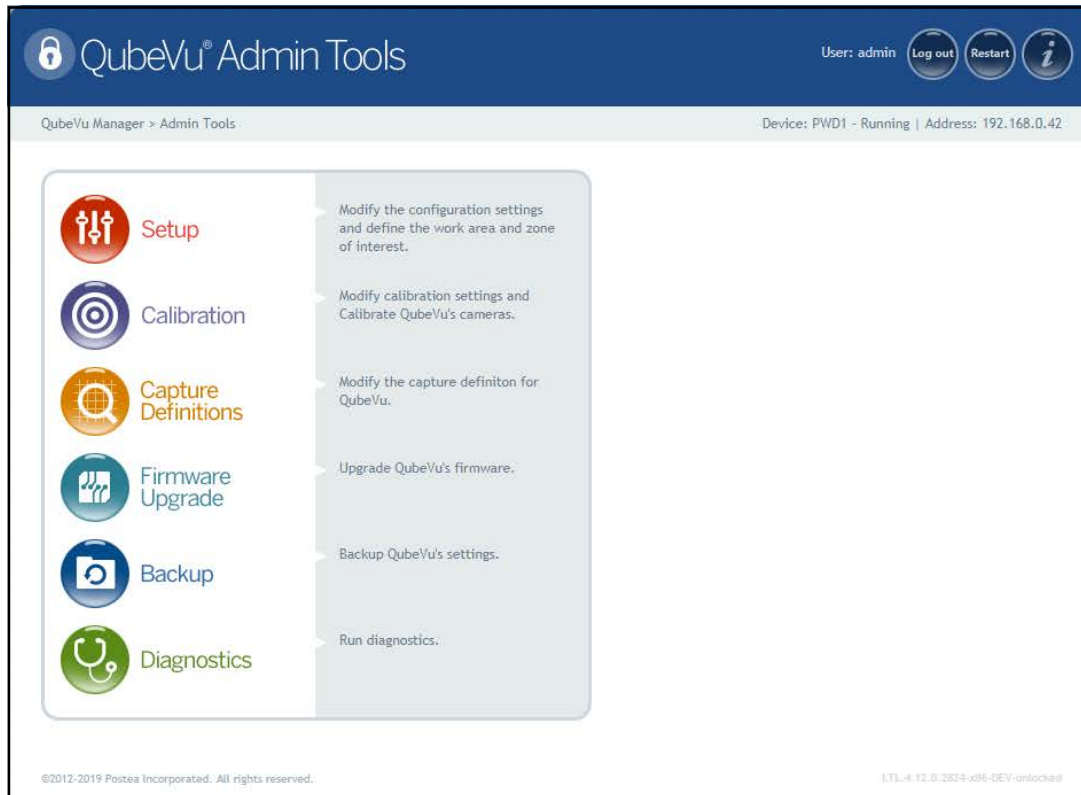

Abbildung 2-2. Menü „Admin Tools“ (Admin-Tools)
3. Drücken Sie im Menü **Admin Tools** (Admin-Tools) (Abbildung 2-2 auf Seite 9), auf  **Setup**, um das Menü **Setup** (Einrichtung) aufzurufen.